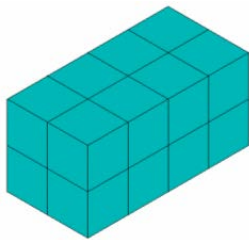

图 10-25 有限元模型显示
⑫划分单元：Main Menu > Preprocessor > Meshing > Mesh > Volumes > Mapped > 4 to 6 sided，弹出一个拾取框，单击“Pick All”按钮，结果如图 10-25 所示。
⑬保存有限元模型：单击菜单栏上的 File > Save as 选项，弹出一个对话框，在“Save database to”下面的输入栏中输入“PZT.db”，单击“OK”按钮。